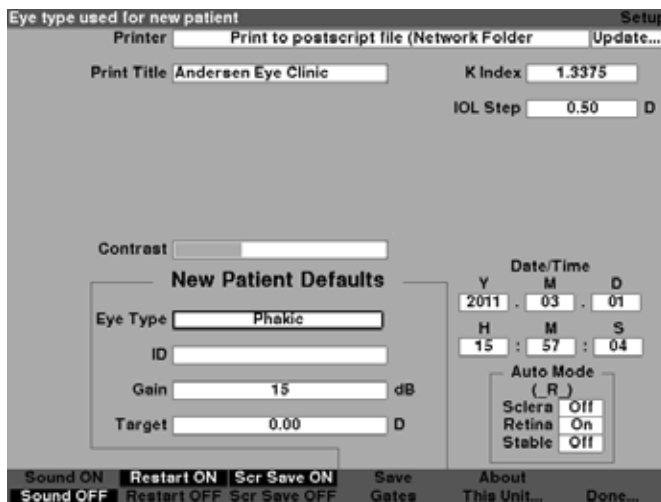

Figura 5-42 Campo de tipo de olho padrão selecionado
1. Dentro da tela de Configuração, gire o botão para selecionar o campo de Tipo de olho padrão, indicado pela borda sólida em preto conforme mostrado na Figura 5-42.